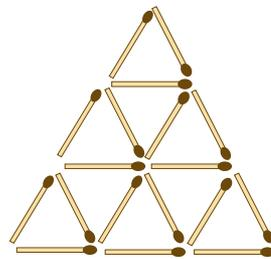

Рис. 39
8. Из спичек сложена фигура, состоящая из девяти равных треугольников (рис. 39). Уберите пять спичек так, чтобы осталось пять треугольников.
9. Возьмите ту же фигуру (рис. 39) и переложите шесть спичек так, чтобы получилась фигура, состоящая из шести равных треугольников.